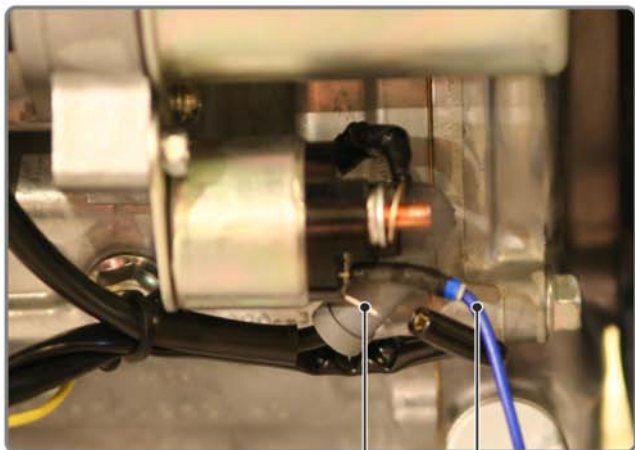
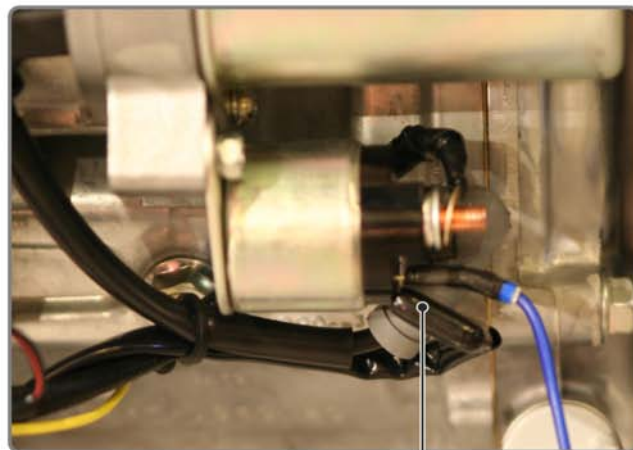

Рисунок 19
Рисунок 20
- Подсоединить синий провод (с двойной клеммой) кабеля управления (рисунок 19 поз. 1) к клемме на силовом реле стартера.
- Подсоединить штатный провод (рисунок 20 поз. 1) к двойной клемме синего провода (рисунок 19 поз. 2).